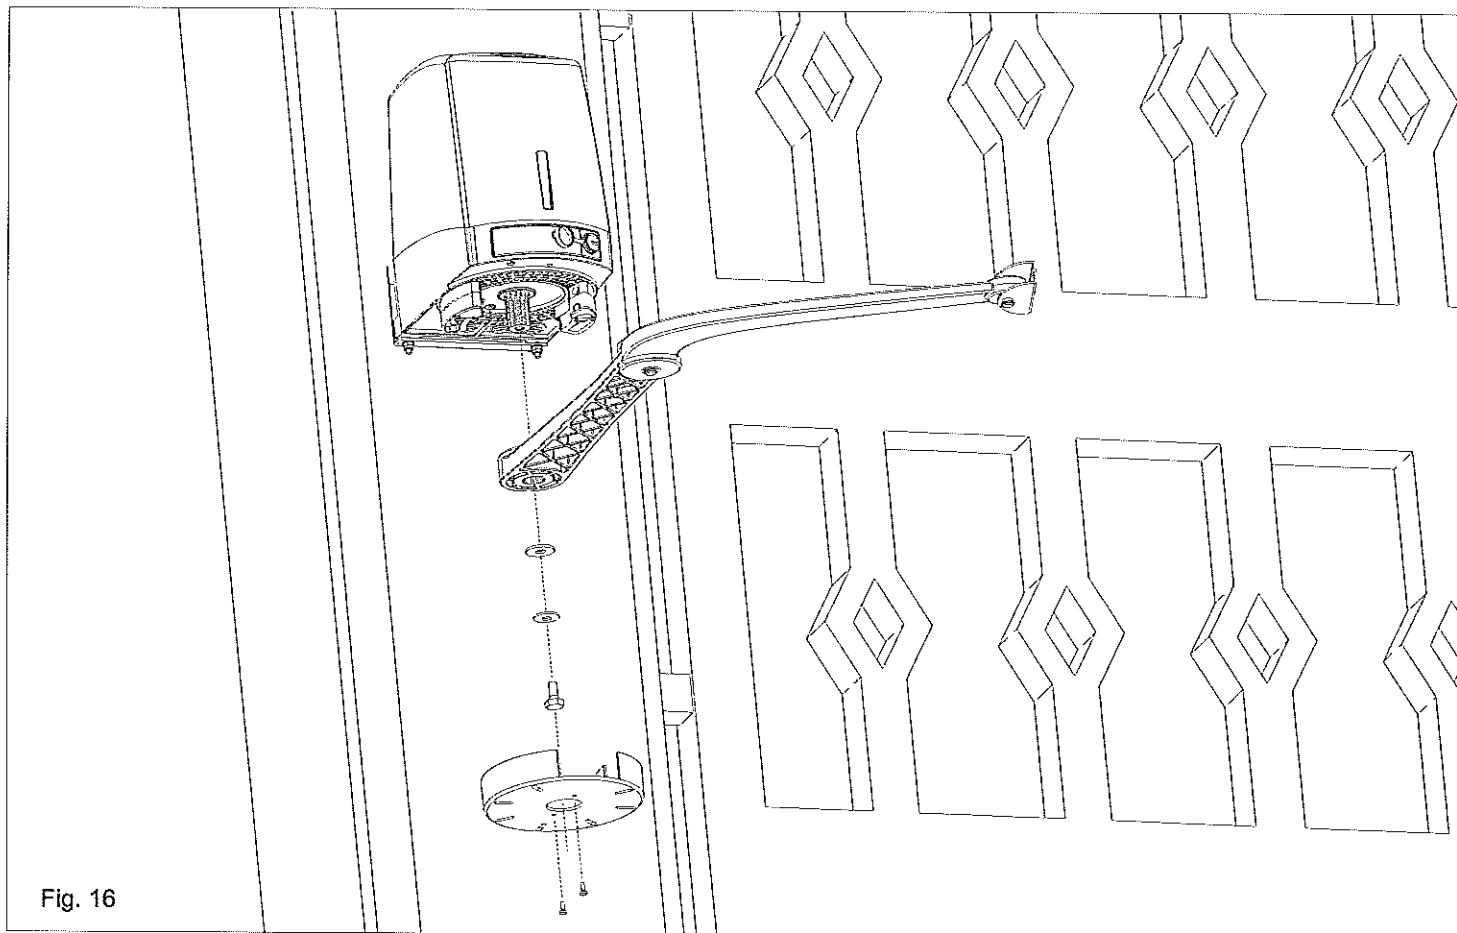

Fig. 16
- Insérer le bras articulé dans l'arbre moteur et bloquer le avec la vis spéciale (Fig. 16).